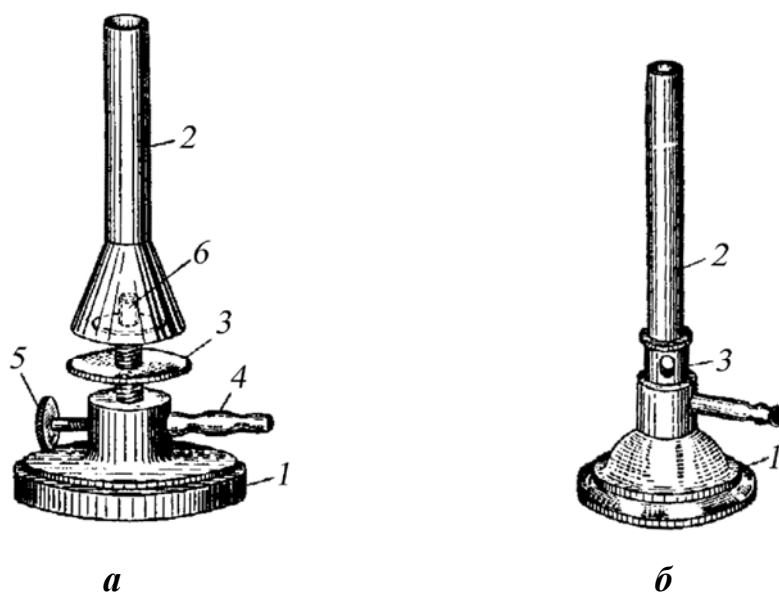

Рис. 1. Лабораторные газовые горелки:
В лабораториях обычно используют газовые *горелки Теклю* (рис. 1, а) или *Бунзена* (рис. 1, б). *Горелка Теклю* состоит из подставки (1), на которой укреплены трубка (2) и диск (3). Газ в горелку поступает через отросток (4), соединяющийся с газовым краном резиновым шлангом. Резиновый шланг должен быть упругим, эластичным и плотно надеваться как на отросток горелки, так и на отросток газового крана. Газ в трубку горелки из отростка (4) поступает через трубочку (6), а в щель между диском (3) и нижней конической частью трубки поступает воздух, который смешивается с газом в длинной трубке (2). В зависимости от количества подаваемого воздуха изменяется и степень сгорания газа, а следовательно, и температура пламени. Если диск (3) вплотную довести до конической части трубки, т. е.